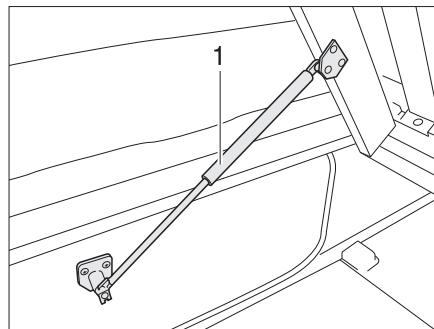

Fig. 102 Cama fija
- Levantar el somier. Los resortes por presión de gas (Fig. 102,1) retienen el somier en la posición abierta.